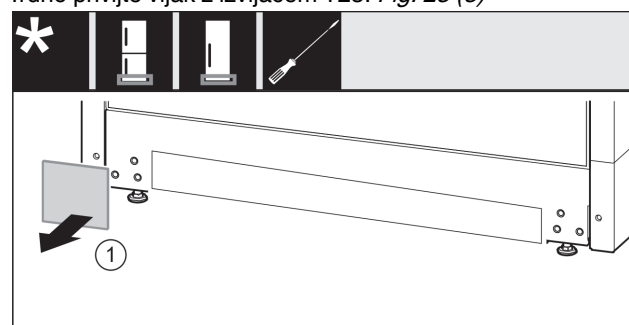

Fig. 24
- ▶ Snemite oblogo. Fig. 24 (1)